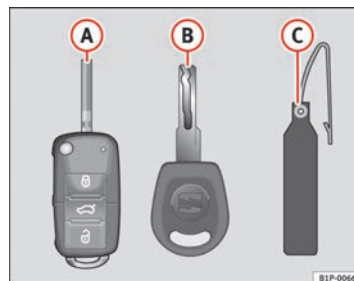

Fig. 45 Set di chiavi
- una chiave con telecomando ⇒ **fig. 45 A**